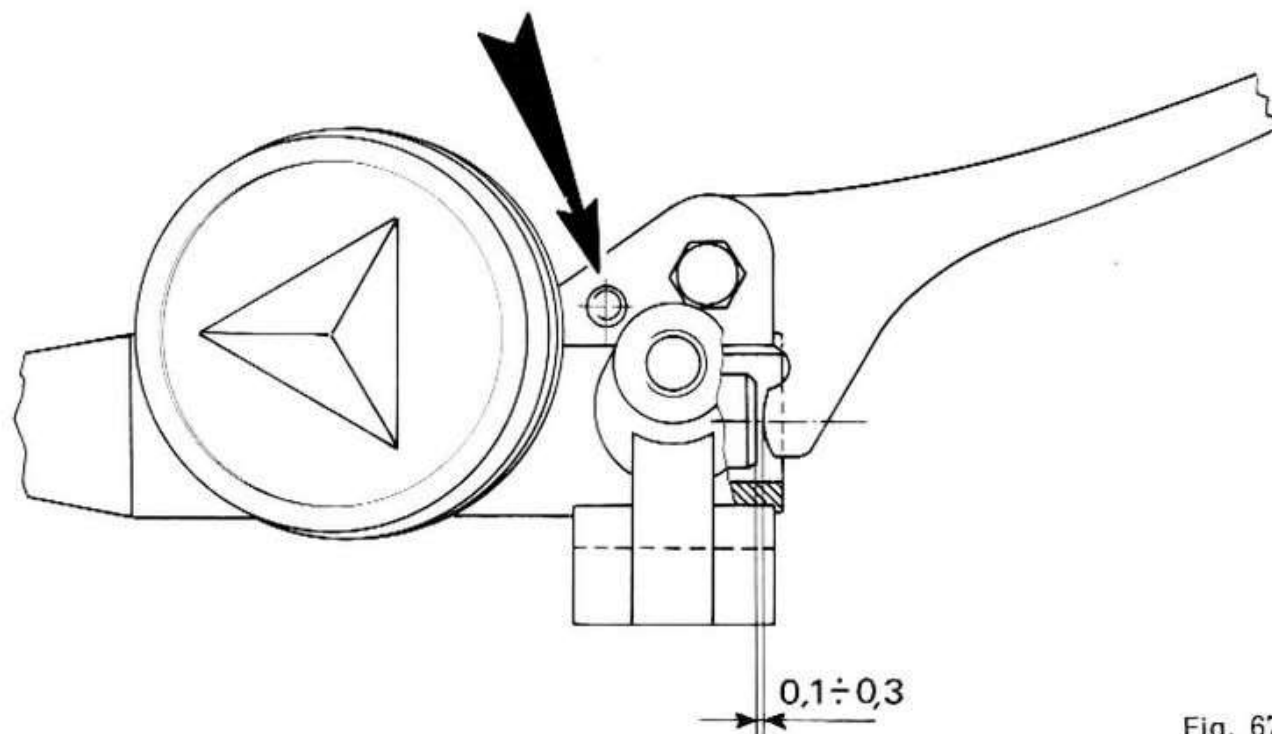

Fig. 67
- 5) Controllare che tra il flottante e l'appendice della leva freno esista il previsto gioco di 0,1÷0,3 mm. Per questo si deve agire sull'eccentrico che permette la regolazione di distanza tra flottante e leva vedi freccia (fig. 67).